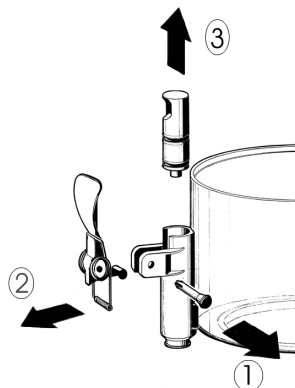

figura 1
- 3 Disassemblare il rubinetto con la sequenza indicata (vedere figura 1).
3 Riasssemblare il rubinetto sul contenitore con sequenza inversa rispetto a quanto fatto per lo smontaggio (vedere figura 1).